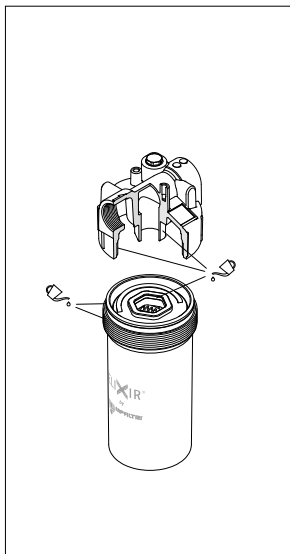

fig. 14
- (Fig. 14) Lubrificare con il fluido di lavoro il codolo della testata filtro, le guarnizioni dell'elemento filtrante e del contenitore, i filetti della sede testata e del contenitore.